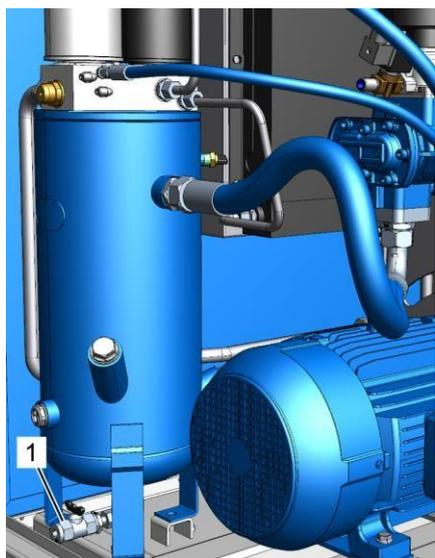

Рис. 42: Отверстие для слива охлаждающей жидкости
5. Осторожно откройте отверстие для слива охлаждающей жидкости (Рис. 42/1) и проверьте вытекающую жидкость.
7. Закройте отверстие для слива охлаждающей жидкости (Рис. 42/1) ↪ Приложение В «Моменты затяжки винтов» на странице 153.